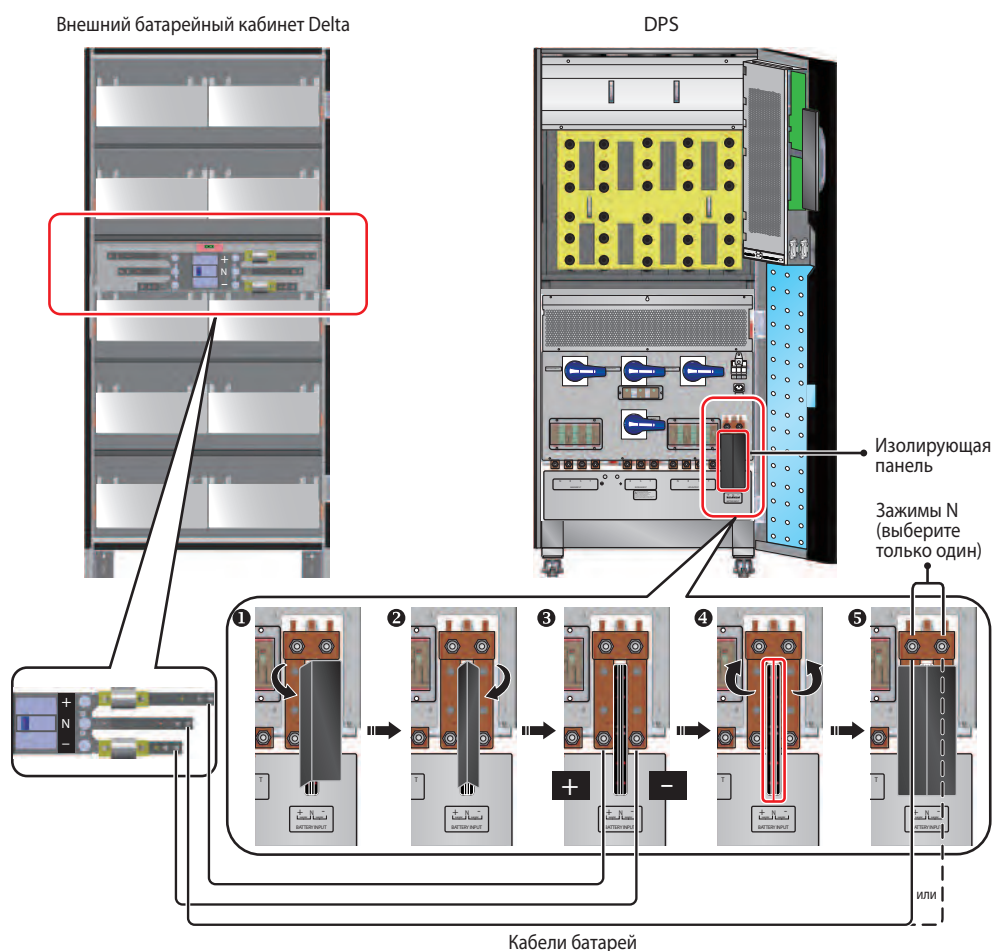

Рис. 5-г. Подключение внешнего батарейного кабинета Delta
- ШАГ 1** Найдите изолирующую панель, закрывающую блок зажимов входа питания от батареи. См. **Рис. 5-г**.